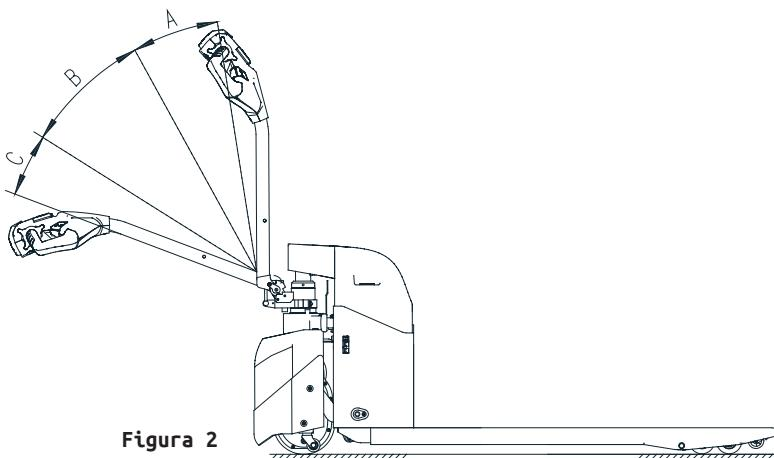

Figura 2
- En la figura 2, se muestra las diferentes posiciones que puede recorrer el mango de dirección.